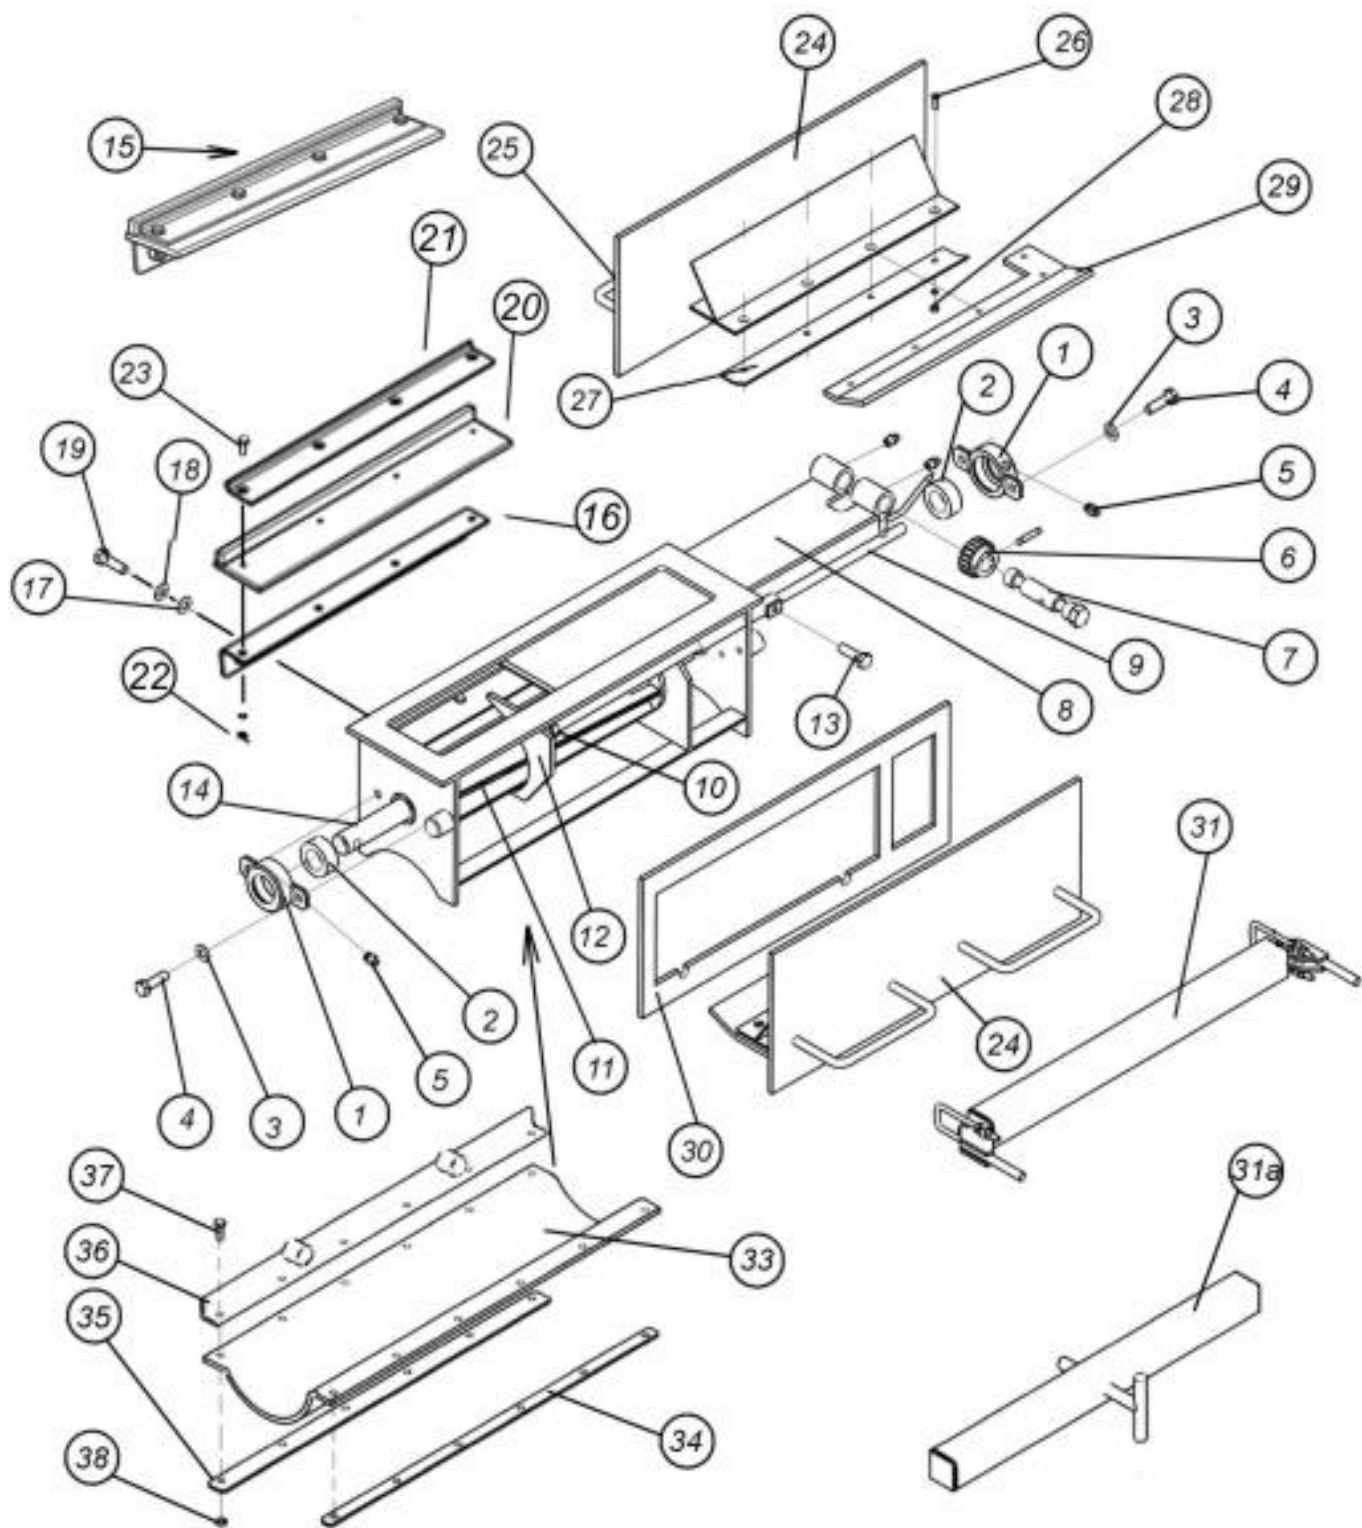

Рис. 7.2.12. Дозирующий узел
7.2.12. Высевающий узел (рис. 7.2.12)